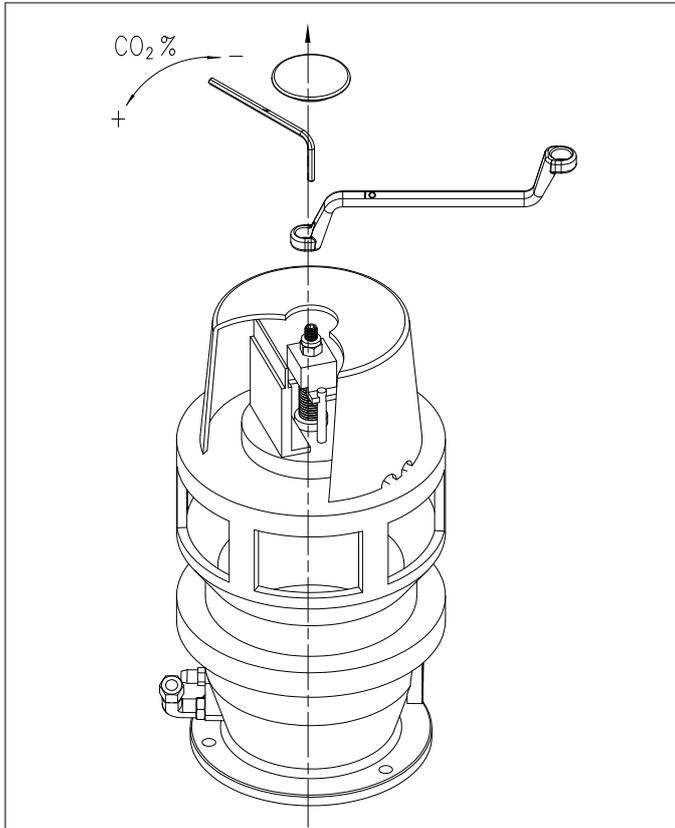

Fig. 34 Ajustar CO₂% / O₂% en el sistema SMI
- 16f. Controlar el CO₂% (O₂-%) según tabla. Ajustar si es necesario mediante el tornillo del sistema SMI (ver Fig. 34). Controlar la llama por el visor, la misma debe ser estable y su coloración azul con partículas anaranjadas sobre el circuito del quemador.